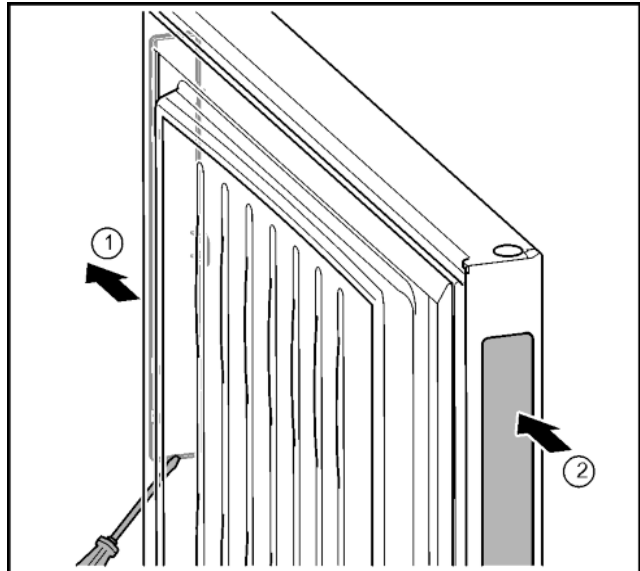

Fig. 21
- ▶ Abdeckung Türöffnungshilfe auf der Gegenseite mit Schlitzschraubendreher abnehmen. Fig. 21 (1)
- ▶ In der freigewordenen Öffnung einsetzen. Fig. 21 (2)